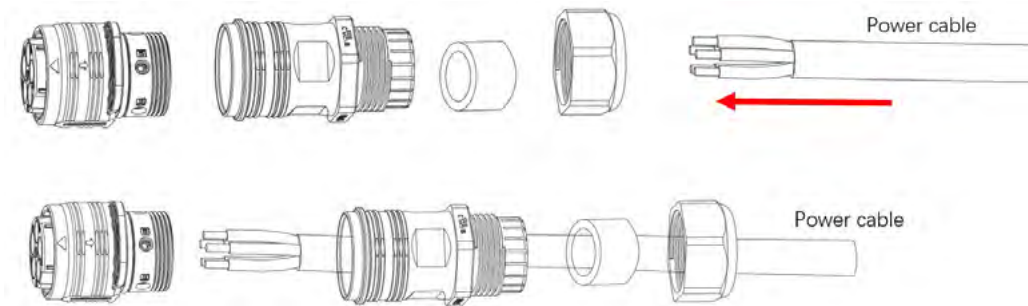

Abb. 9 Kabel in den Netzanschluss einführen
5. Führen Sie das Netzkabel in den Netzanschluss ein, wie in Abb. 9 dargestellt.